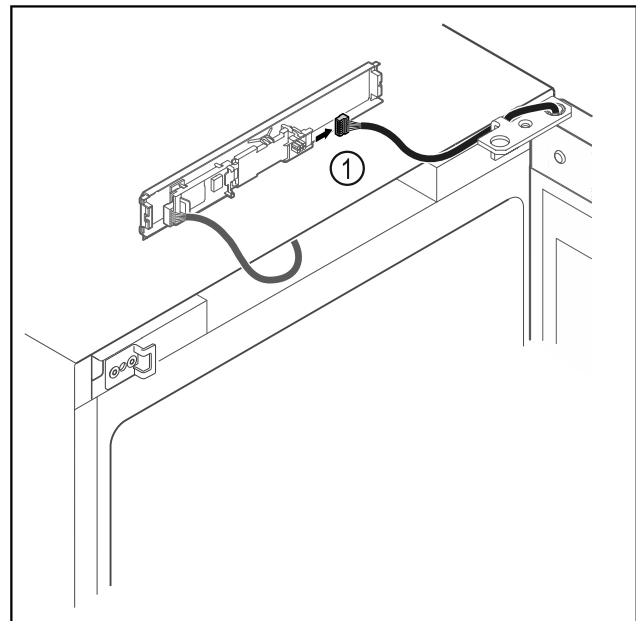

Fig. 14
- ▶ Stecker Fig. 14 (1) von Platine abstecken.